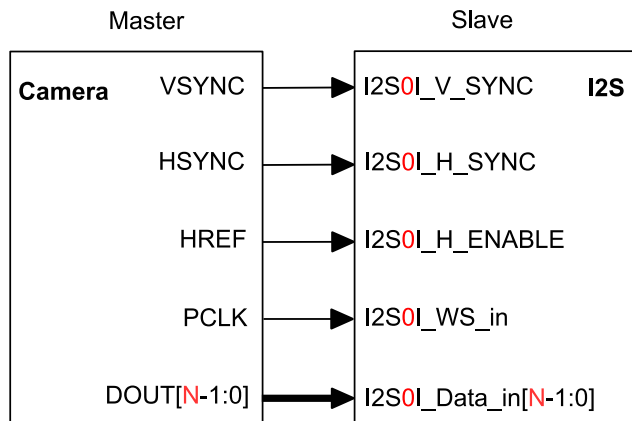

图 3-15. Camera 从机接收模式
ESP32-S2 I2S 可以配置成 Camera 从机接收模式，以此实现与外部 camera 模块的高速数据传输。在此模式下，I2S 模块工作在从机接收模式下，除了 16 路数据信号总线 I2S_{0I}_Data_in[15:0] 外，还有 I2S_{0I}_H_SYNC、I2S_{0I}_V_SYNC 和 I2S_{0I}_H_ENABLE 信号，具体管脚连接如图 3-15 所示。
2. 根据表 10 和图 3-15 的描述，配置信号管脚。